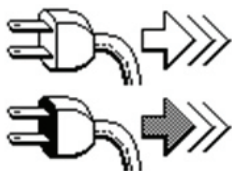

Figura 19
1. Desenchufe el cable de carga (si fuera necesario) (Figura 19). Si el cable sigue enchufado, aparecerá un recordatorio en la pantalla del VCM cuando se encienda el interruptor de llave.